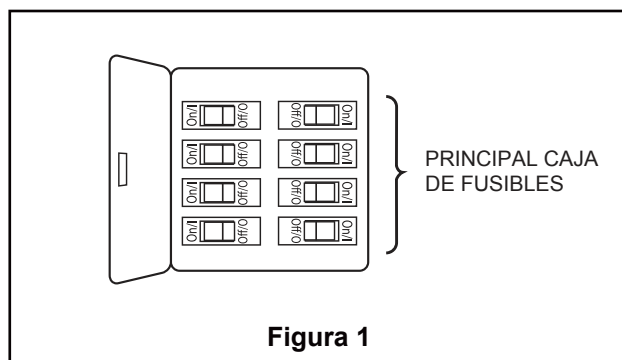

Figura 1
1. Restaure la fuente de alimentación de la toma de corriente enciendi la electricidad del fusible principal. (Figura 1)